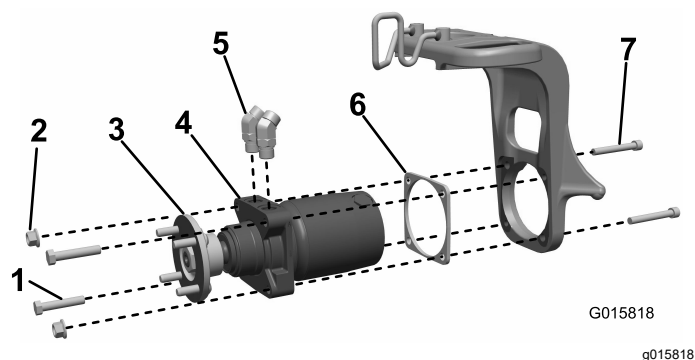

図 3
1. ホイールモーターに 45 度フィッティングを取り付け、このフィッティングを 図 3 のように向ける。フィッティングはまだ本締めしないこと。
- **キャスターフォークにホイールモーターアセンブリを取り付けるための2つのネジ穴と2つの貫通穴があるマシンの場合** ホイールモーターアセンブリとシムプレートをキャスターフォークに取り付けモーターとキャスターフォークの間にシムを置く、ソケットヘッドボルト  $\frac{1}{2} \times 3\frac{3}{4}$ " 2本と、ボルト  $\frac{1}{2} \times 2\frac{1}{2}$ " 2個、およびロックナット2個で固定する。 (図 3)